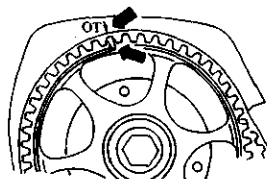

图 2-17 凸轮轴同步带轮与同步带防护罩上的标记
- 4) 将凸轮轴同步带轮上的标记（如图 2-17 中箭头所示）对准同步带防护罩上的标记。